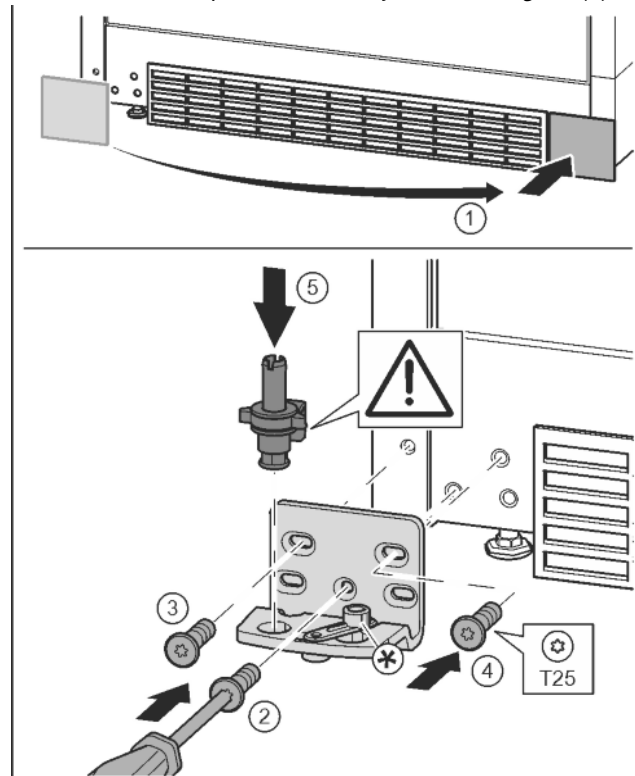

Fig. 13
- ▶ Odoberte kryt a pripevnite ho na druhú stranu. Fig. 13 (1)
- ▶ Ložiskovú konzolu nasadíte na druhú stranu a priskrutkujete ju pomocou skrutkovača T25. Začnete skrutkou 2 dole v strede. Fig. 13 (2)
- ▶ Pevne zaskrutkujete skrutku 3 a 4. Fig. 13 (3, 4)
- ▶ Ložiskový čap úplne nasadíte. Dbajte pritom na to, aby zárez dorazu ukazoval smerom dozadu. Fig. 13 (5)